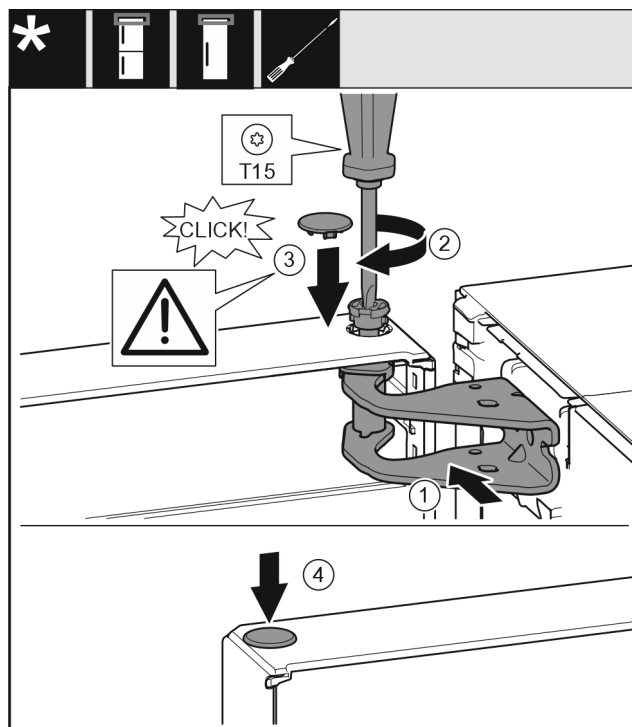

Fig. 22
- Vložte čep Fig. 22 (2) a pevně jej utáhněte šroubovákem.
- K zajištění dveří namontujte bezpečnostní kryt Fig. 22 (3): Bezpečnostní kryt nasadte a zkontrolujte, zda přiléhá na dveře. V opačném případě čep zcela zasuňte.
- Vložte zátku Fig. 22 (4).